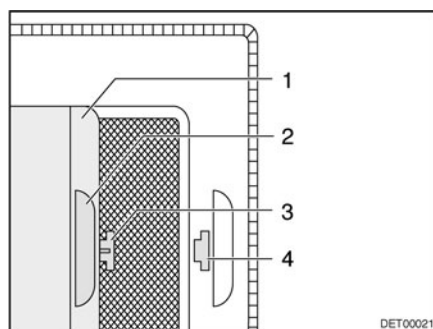

Fig. 40 Store occultant
- Tirer le store occultant (Fig. 40,1) par la poignée (Fig. 40,2) et accrocher le crochet (Fig. 40,3) dans l'ouverture (Fig. 40,4).
- Tirer le crochet (Fig. 40,3) de l'ouverture (Fig. 40,4) et laisser revenir le store occultant.